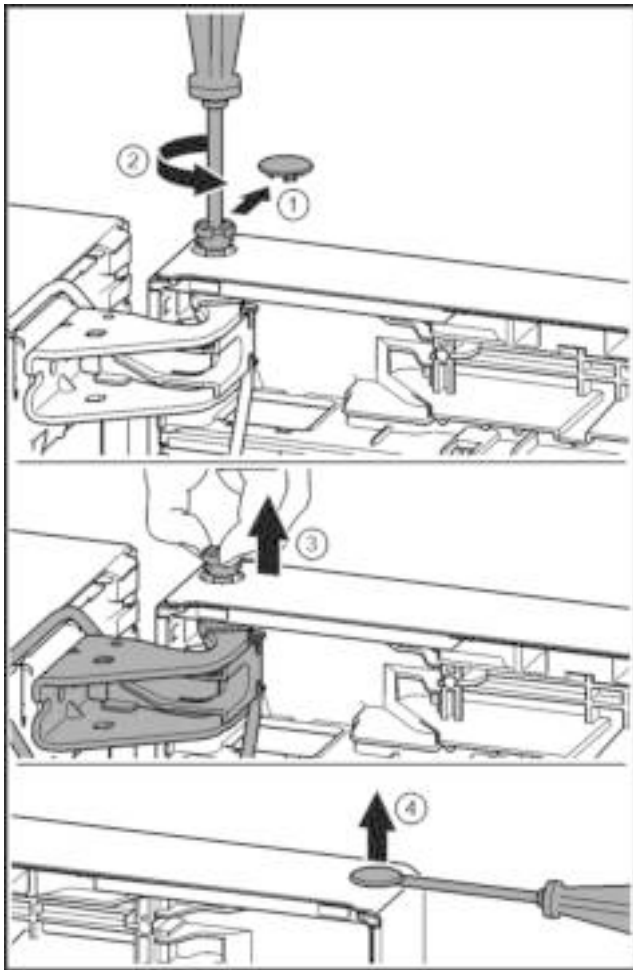

Fig. 21
- ▶ Veiligheidsafdekking voorzichtig eraf trekken. *Fig. 21 (1)*
- ▶ Bout met schroevendraaier T15 een stukje eruit draaien. *Fig. 21 (2)*
- ▶ De deur vasthouden en de bout met de vingers eruit trekken. *Fig. 21 (3)*
- ▶ Stop voorzichtig met een sleufschroevendraaier uit de lagerbus van de deur optillen en eruit trekken. *Fig. 21 (4)*